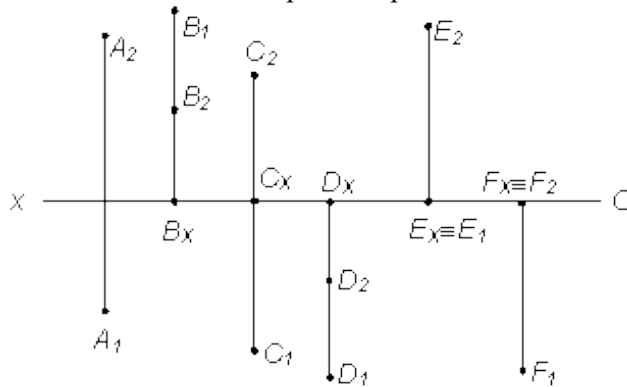

Рис. 5
4. Какая из точек на комплексном чертеже находится в третьей четверти (рис. 5)?
5. Какая из точек на комплексном чертеже принадлежит плоскости π_2 (рис. 5)?